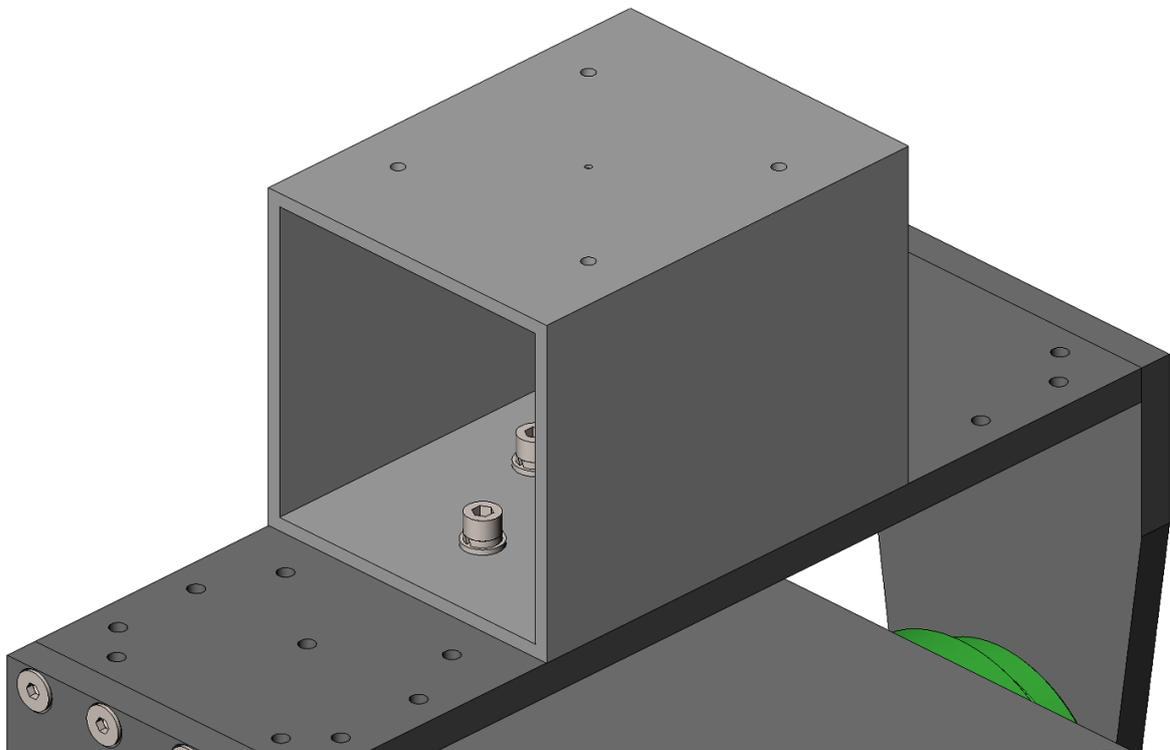

Рисунок 17 – Монтаж проставки
12) Извлечь проставку и смонтировать на ОПУ как показано на Рисунок 17 винтами М6 с шайбами и гроверами.